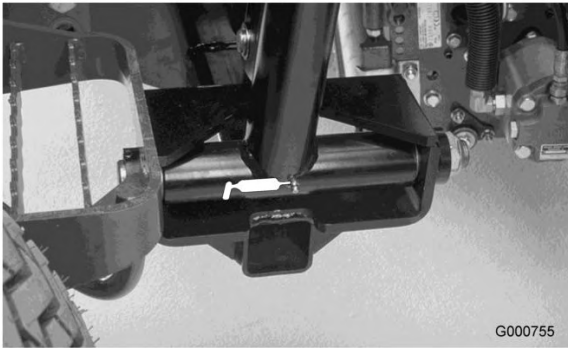

Bild 46
- Hubarm-Drehbüchsen (3) (Bild 46)